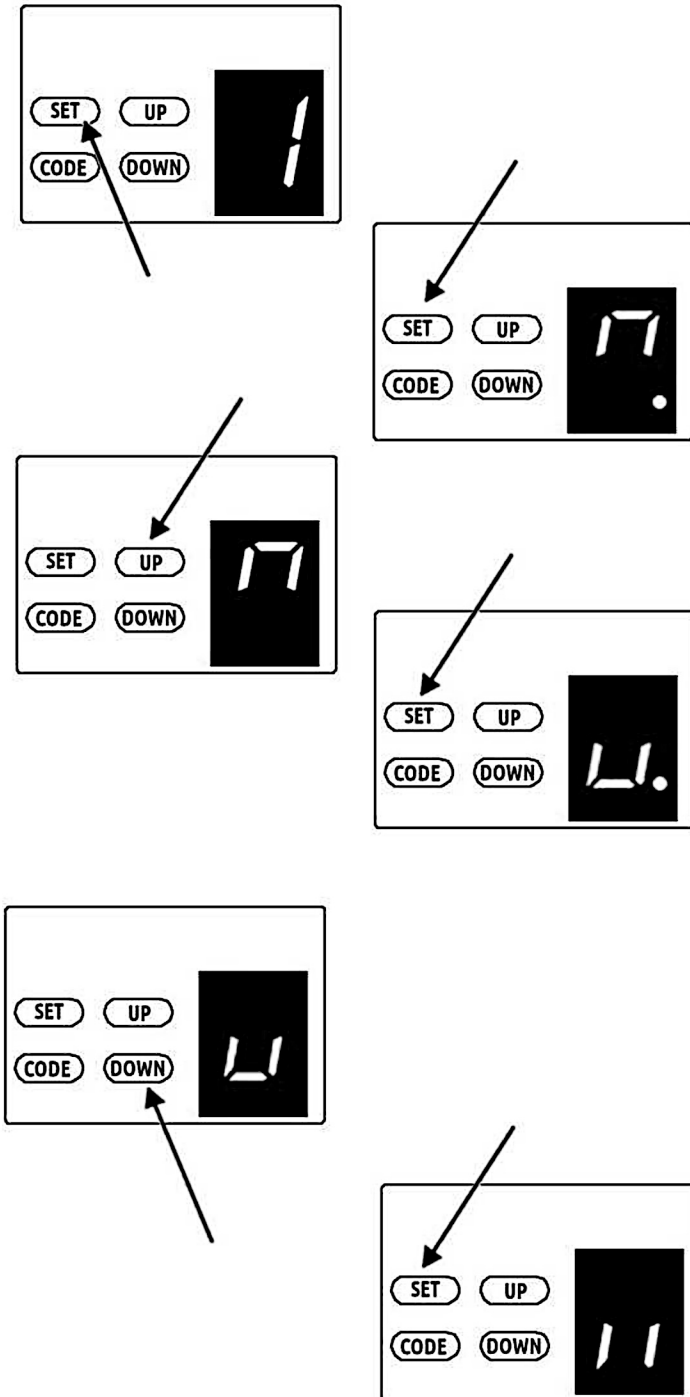

Fig.38
7.1.-Programando los Límites de Apertura y Cierre. (Fig.38)